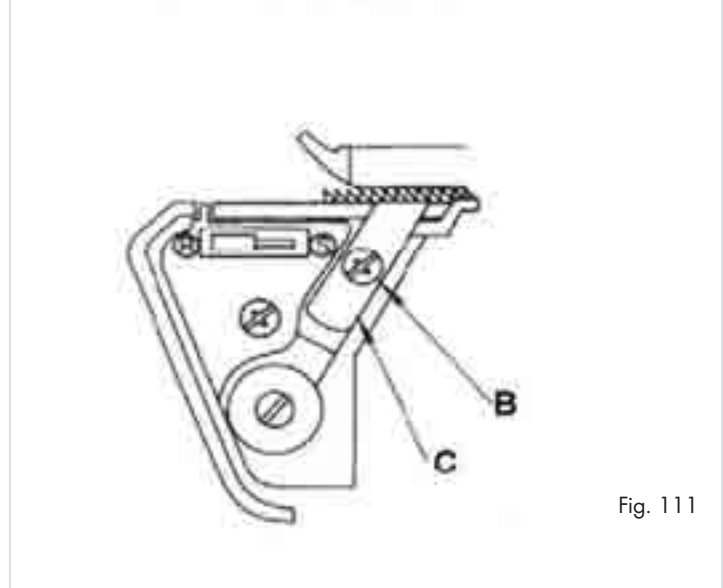

Fig. 111
2. Aduceți cuțitul 18 în poziția de repaus (A).
3. Îndepărtați șurubul de la cuțitul inferior 22 (B) și scoateți cuțitul 22 (C) (fig. 111).